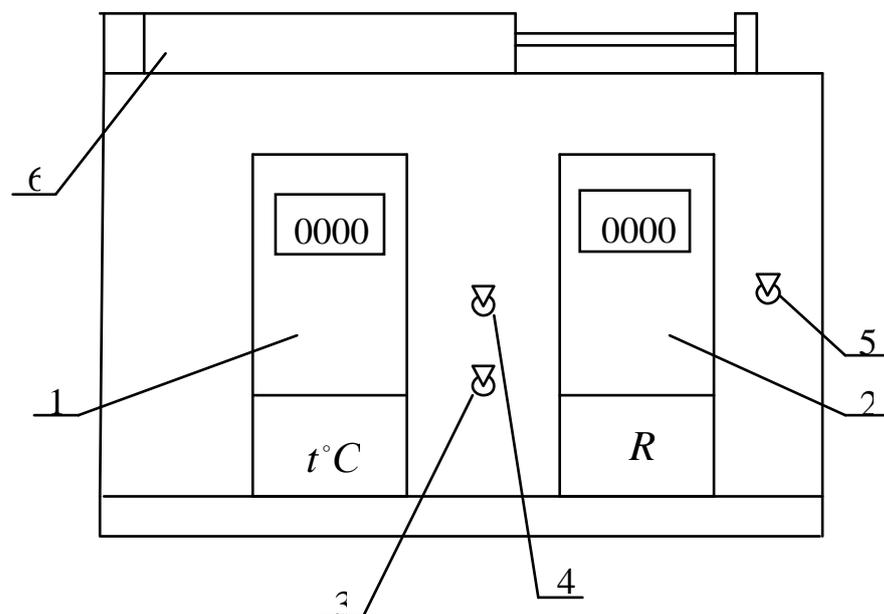

Рис. 2. Экспериментальная установка для измерения сопротивлений проводника и полупроводника
2. Для контроля температуры блока нагрева и контроля сопротивления исследуемых образцов R_{np} и $R_{n/np}$ применяются два мультиметра (рис. 2):
3. Поочередное включение контроля сопротивления R_{np} и $R_{n/np}$ осуществляется переключателем 5 (рис. 2).
4. Для сохранения температуры нагревательный блок закрывается кожухом 6 (рис. 2).
5. Установка имеет встроенный вентилятор, который используется для охлаждения нагревательного блока до окружающей температуры, при этом кожух 6 сдвигается вправо, открывая нагревательный блок для охлаждения. С помощью тумблера 3 выбирается соответствующий режим «нагреватель», «вентилятор». Тумблер 4 отвечает за включение нагревателя и вентилятора в зависимости от выбранного режима (рис. 2).
11. После окончания работы необходимо тумблер 3 перевести в режим «вентилятор», отодвинуть кожух 6 (рис. 2).